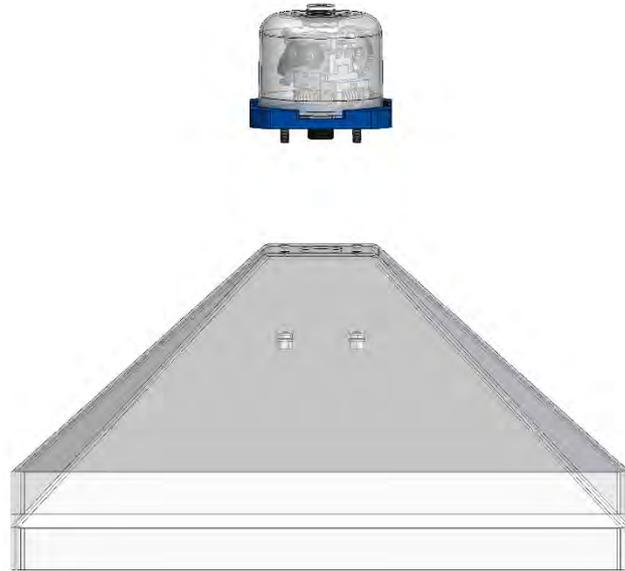

Figure 10
4. Disposez le Twister sur l'extrémité supérieure de la coupole en l'insérant dans les trous appropriés créés. Figure 10 ;